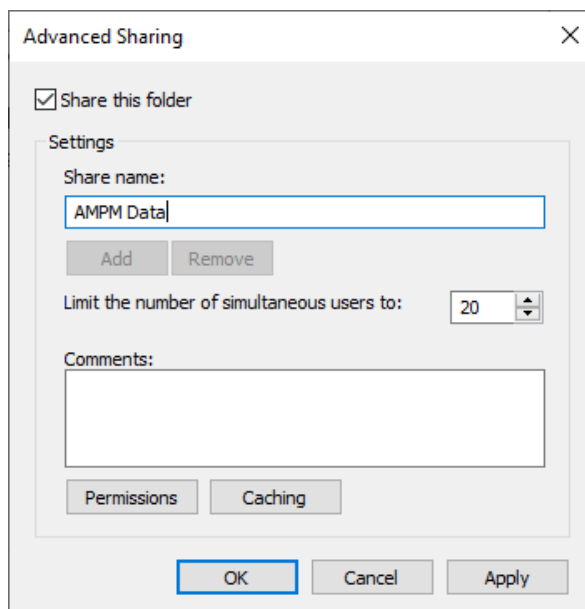

Figura 45 “Condividi questa cartella”
2. Selezionare la casella “Condividi questa cartella” (vedere Figura 45).